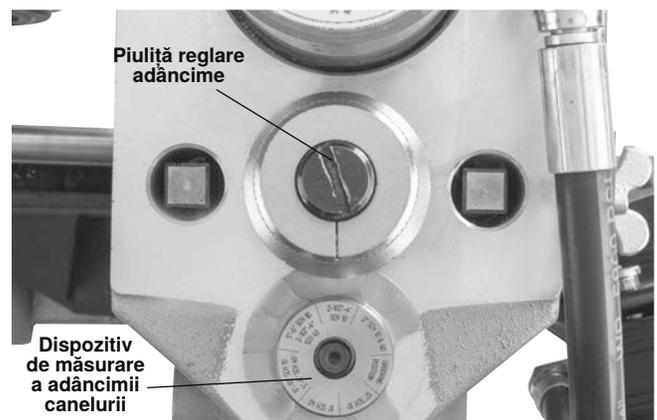

Figura 14A - Plasați pasul corect al calibrului sub capul de reglare
3. Reglați calibrul de adâncime a canelurii astfel încât pasul corect al calibrului să fie sub capul șurubului de reglare (Figura 14A). Instrumentul de măsurare a adâncimii canelurilor este proiectat pentru a fi utilizat cu țevi. *Consultați "Setarea diametrului canelurii pentru țeavă de cupru"* pentru utilizarea cu țeavă de cupru.